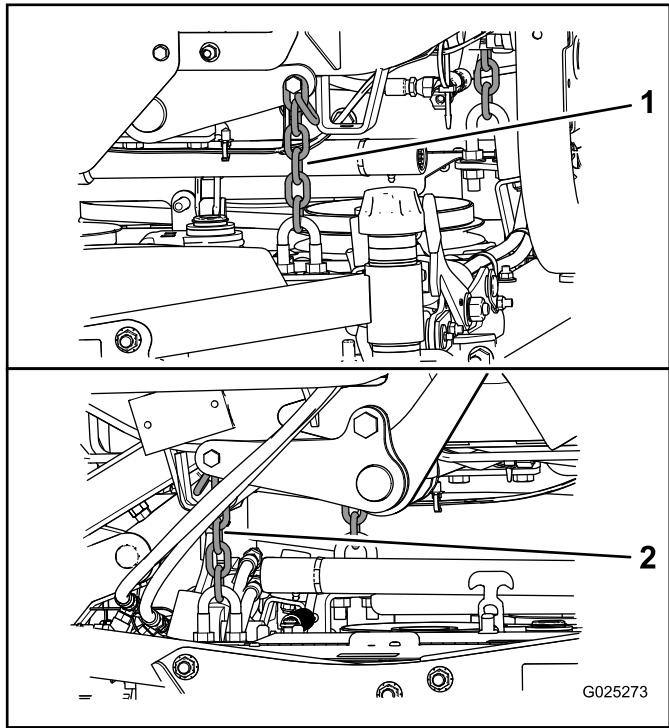

Figura 11
7. Ajuste las contratuerca de las abrazaderas (Figura 10) que sujetan las cadenas traseras de la carcasa (Figura 11) a la carcasa de corte, para elevar la parte trasera del cortacésped hasta que la inclinación de las cuchillas sea de 8 a 11 mm.